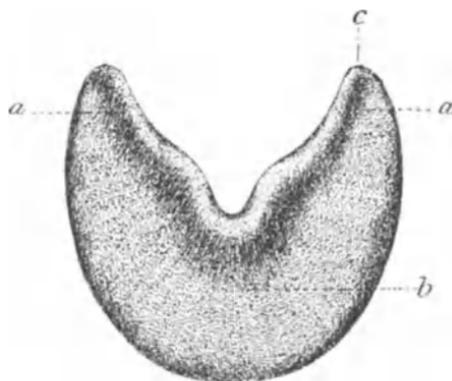

Abb. 13. Hornsohle.
c) Die Hornsohle. Die Hornsohle stellt eine gewölbte Hornplatte dar (Abb. 13). Sie zerfällt in den Sohlenkörper und in die beiden Sohlenschenkel; an jedem Sohlenschenkel unterscheidet man einen inneren und einen äußeren Rand. Den Teil des Sohlenschenkels, welcher sich mit dem Trachtenwinkel verbindet, nennt man Sohlenwinkel.